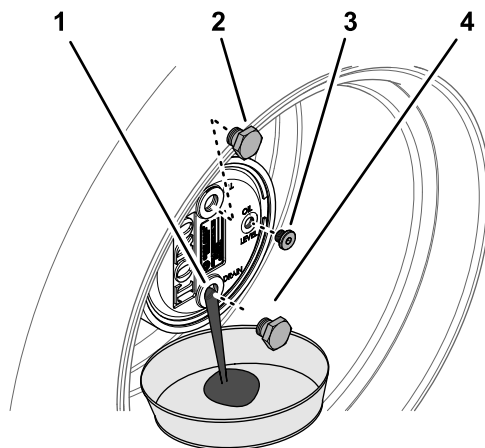

図 106
2. 補給プラグが時計の 12 時を指し、点検プラグが 3 時の位置を指すようにマシンを駐車する 図 106。
3. プラネタリハブの下にオイル回収容器を置き、6 時の位置にあるドレンプラグを外してオイルを抜く 図 106。
5. プラネタリハウジングのドレン穴にプラグを取り付ける 図 106。